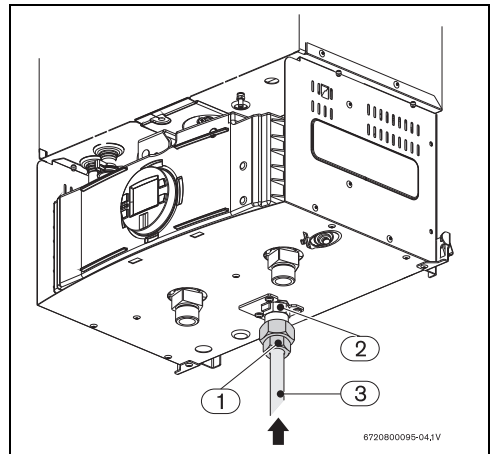

Fig. 26 Conexión del tubo de gas
- Apretar la rosca en el tubo de entrada de gas (Fig.26, pos.1) y utilizar la extremidad en cobre (Fig.26, pos. 2) para hacer la soldadura al tubo de la red de suministro de gas (Fig.26, pos. 3).